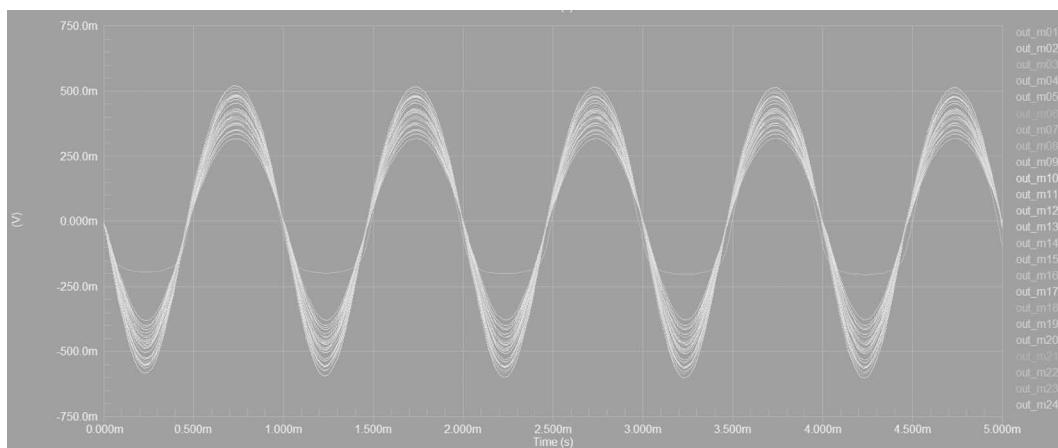

图 3-71 蒙特卡洛分析结果
(1) 运行 Spice 仿真后,弹出消息对话框。关闭该对话框。
(2) 自动打开 PCB_Project1. sdf 文件。仿真波形显示如图 3-71 所示, V(OUT)m1~V(OUT)m3D 分别为在不同蒙特卡洛参数下输出信号时域瞬态波形。
(3) 保存工程文件,将其保存到 montecarlo_analysis 目录下,退出设计工程。